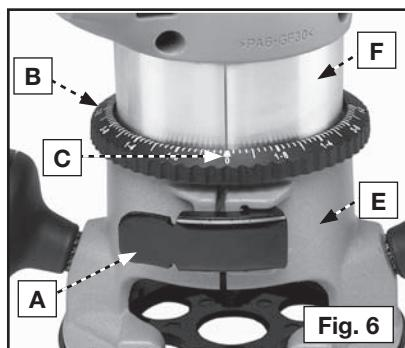

Fig. 6
1. Abra la palanca de la abrazadera(A), Fig. 6.
2. Mientras detiene la base (E) gire el motor (F), Fig. 6, en SENTIDO CONTRARIO a las manecillas del reloj hasta que la punta de la broca esté un poco arriba de la parte más baja de la superficie de la base.
4. Gire el motor (F) Fig. 6 en SENTIDO A las manecillas del reloj hasta que la broca toque la superficie de la madera.
6. Gire el anillo calibrador para ajustar la profundidad (B) Fig. 6 hasta que la marca de cero (C) esté alineada con la línea de índice (D) en la caja de motor.
7. Abra la palanca de la abrazadera(A) Fig. 6.
8. Incline el ráuter hasta que la broca esté libre de la superficie de la madera. Gire la caja del motor (F) Fig. 6, en SENTIDO a las manecillas del reloj hasta que la línea de índice (D) en la caja del motor llegue a la profundidad deseada e indicada en el anillo calibrador.
9. Apriete la palanca de la abrazadera (A) Fig. 6.